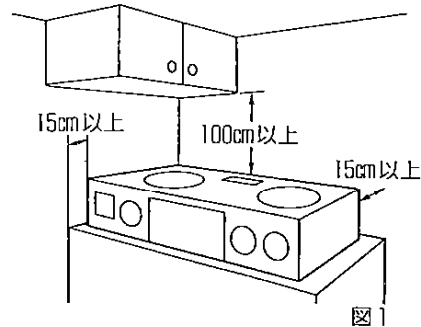
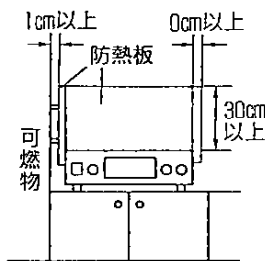
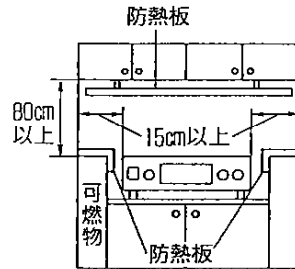

図1
図2
図3
- 壁や可燃物から離す。(図1、ステンレス板などを直接貼付けた可燃性の壁を含む)
- 図1の条件を満たせない場合。(図2、図3)
- 調理台・流し台とトッププレートがほぼ同じ高さの場合。(図3)
設置場所で、可燃性の壁(ステンレス板等を張りつけた可燃性の壁も含む)から15cm以上離して設置できない場合、図2のように取り付けて使用してください。(2枚以上必要です)
調理台・流し台の上面が可燃性で、器具のトッププレートとほぼ同じ高さの場合(図3)